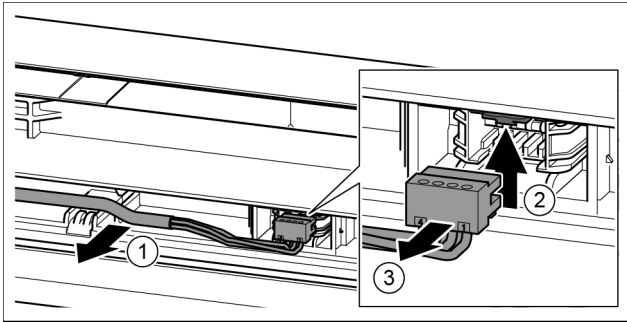

Fig. 19
- ▶ Απελευθερώστε το γκρι καλώδιο προσεκτικά από τον οδηγό στην πόρτα. Fig. 19 (1)
- ▶ Πιέστε το αυτάκι προς τα επάνω. Fig. 19 (2)
- ▶ Τραβήξτε προσεκτικά έξω το φως. Fig. 19 (3)